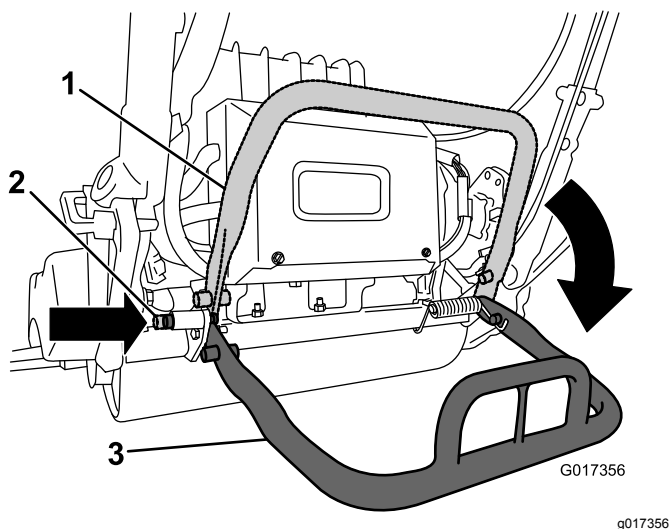

Figure 30
- Pour éviter que la machine ne bascule en arrière quand vous déposez le cylindre, abaissez la béquille et enfoncez la goupille de blocage pour la verrouiller en position d'UTILISATION (Figure 30).